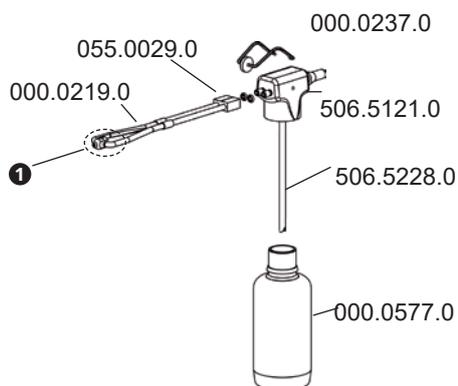
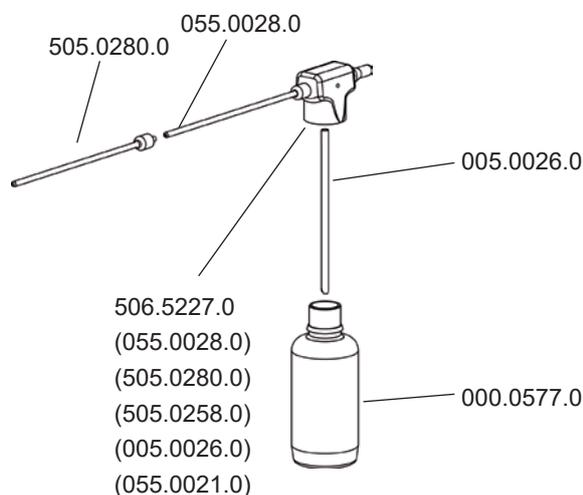

Fig. 29. Esprayer de medicamento 506.5120.0
Fig. 30. Esprayer de medicamento 506.5225.0
- Desmontar el esprayer (fig. 29, 506.5120.0; fig. 30, 506.5225.0) y poner todos los elementos con agua corriente. Puede también utilizarse un detergente o agente limpiador.
- ☞ Cuando se fijen los tubos gemelos, asegurarse de que la parte marcada (0, X o Superficie fresada, 1, fig. 29) está hacia arriba.